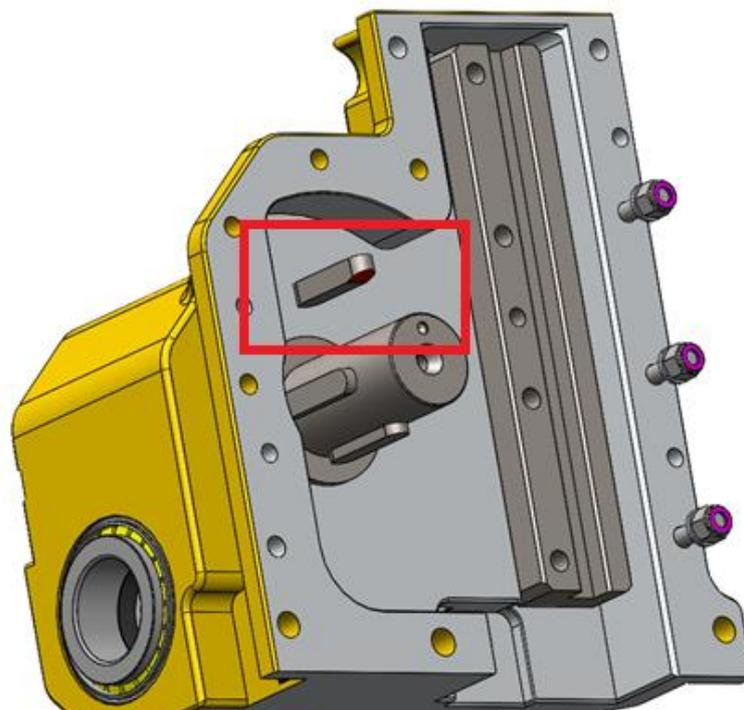

Figura 10
- e. Posicione o bloco com a parte interna voltada para cima, insira o espaçador (1-4/25). Insira as 4 chavetas (1-4/20) no eixo (1-4/16). A face inclinada da chaveta deve estar voltada para a ponta do eixo, conforme *Figura 10*.